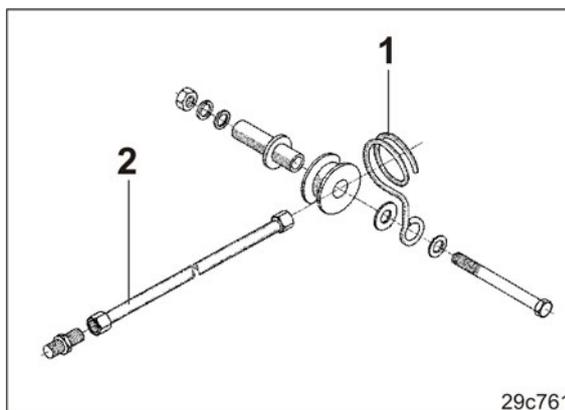
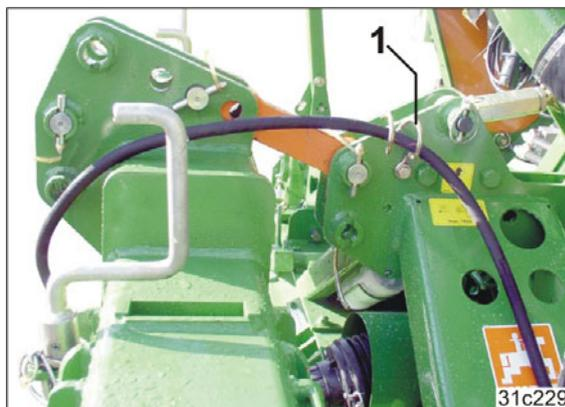

Рис. 16
Рис. 17
3. Закрепите держатель шлангов (Рис. 16/1) на башне роторного культиватора/ротационной бороны (см. Рис. 17).
4. Оборудуйте гидравлические шланги сеялки, подсоединяемые к блокам управления трактора, удлинителями (Рис. 16/2).
5. Подвесьте гидравлические шланги и кабели в держатель шлангов (Рис. 17/1).